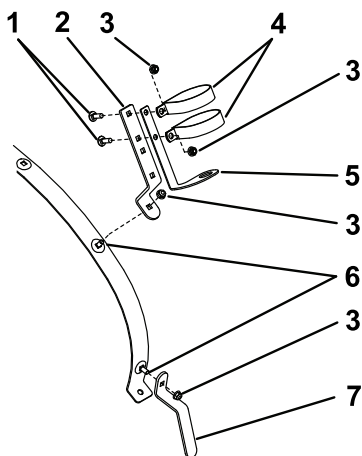

Figura 3
2. Instale el gancho inferior de la manguera según se indica en Figura 3 usando un perno de cuello cuadrado (5/16 x 3/4 pulgada) y una contratuerca con arandela prensada (5/16 pulgada).
3. Instale el gancho superior de la manguera según se indica en Figura 3 usando un perno de cuello cuadrado
4. Monte el soporte de la pistola de fumigación en el gancho superior de la manguera según se muestra en Figura 3.